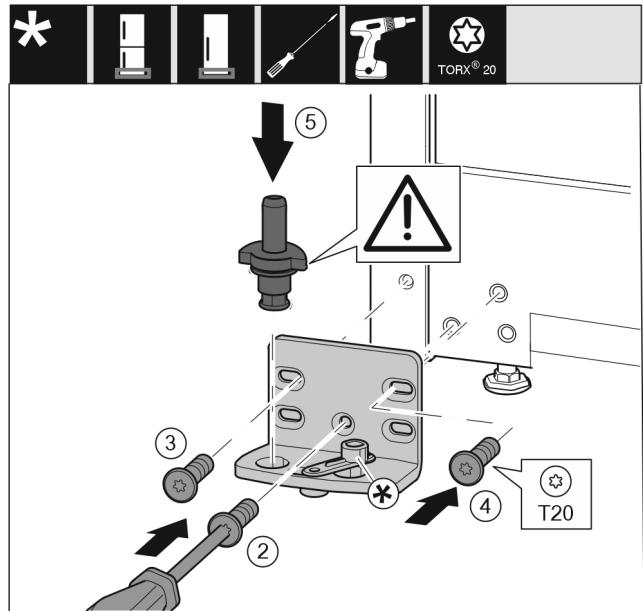

Fig. 24
- Vendosni bazamentin mbështetës në anën tjetër dhe mbërthejeni me ndihmën e një kaçavidë. Filloni me vidën Fig. 24 (2) poshtë në mes.
- Mbërtheni fort vidën Fig. 24 (3) dhe vidën Fig. 24 (4).
- Vendosni komplet në vend bulonin e rrotullimit Fig. 24 (5). Këtu bëni kujdes që gunga ndaluese të jetë e kthyer nga poshtë.